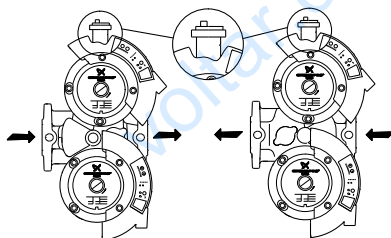

Рис. 3 Автоматический воздухоотводчик
**Сдвоенные насосы с горизонтальным расположением трубопровода должны в обязательном порядке оснащаться автоматическими воздухоотводчиками (Rp 1/4), которые устанавливаются в верхней части корпуса насоса, как показано на рис. 3.**